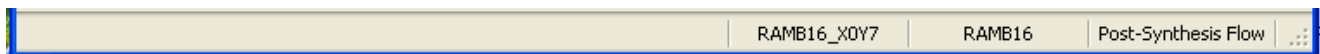

図 4-31 : 情報バナー
- 座標 : 情報メッセージ フィールドの右側にあるフィールドで、座標情報が表示されます。[Device] ビューでカーソルをブロック RAM、DSP48 などの上に置くと、図 4-31 に示すように、その名前と座標が表示されます。[Package] ビューのピンの上にカーソルを置くと、その座標、タイプ、名前などのピン情報が表示されます。